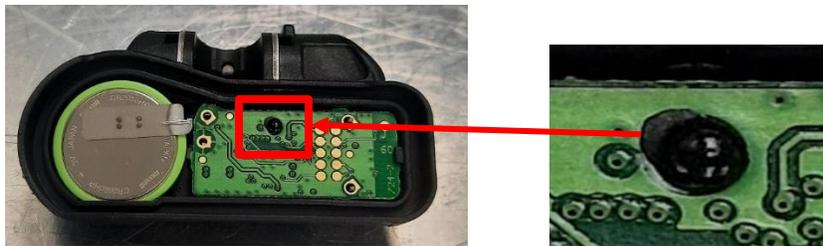

Ilustración 29 Remache de Calor mal formado
- ✓ Se verificó que el cabezal no esté desalineado que no deje las piezas (ilustración 29 remache de calor deformado)